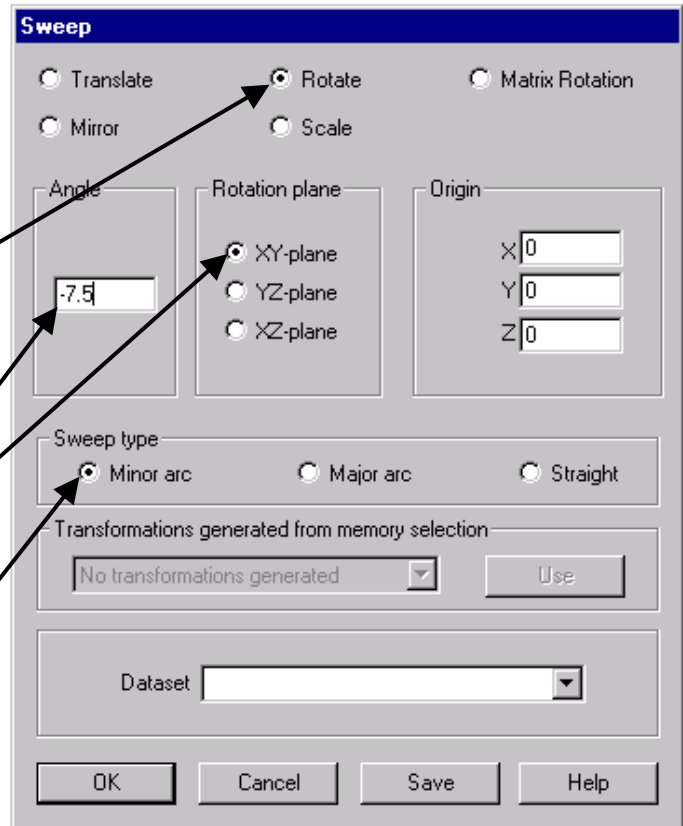

Fig. 5
- în caseta de dialog care apare pe ecran selectați opțiunea de generare prin rotire (**Rotate**) (fig. 5)